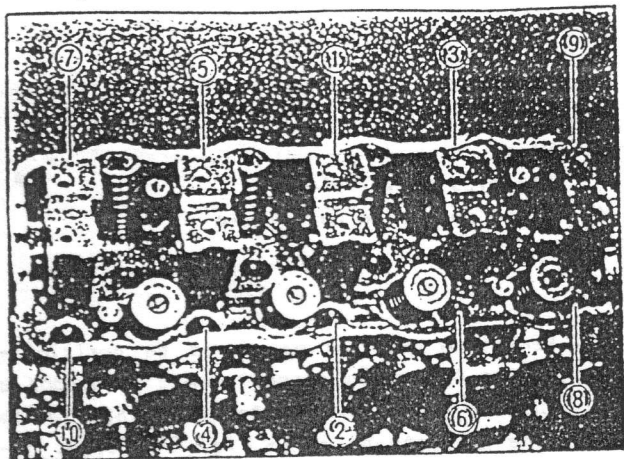

Fig. 3-6-34 Orden de apriete de los pernos de la culata
- 8) Instale la culata en el bloque de cilindros. Ajuste los pernos de la culata gradualmente con una llave dinamométrica siguiendo el orden indicado en la Fig. 3-6-34. Finalmente, ajuste todos los pernos hasta el par especificado.